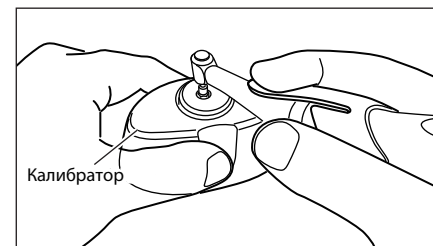

Рис. 10
- 6) Нажмите кнопку ВКЛ/ВЫКЛ, после обратного отсчета начнется цикл калибровки с нагрузкой. Микромотор начнет вращение: пока вращение не прекратится, удерживайте микромотор так, чтобы калибровочный бор находился в вертикальном положении, а также надежно удерживайте калибратор (См. Рис.10). Во время цикла калибровки на дисплее будет мигать надпись "CAL".